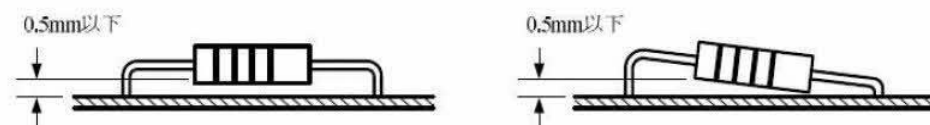
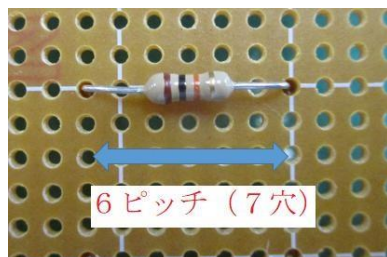
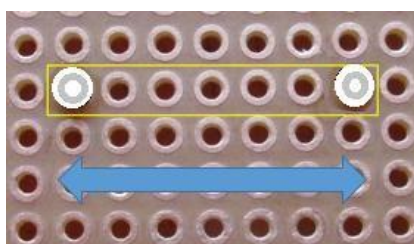

図3 部品の浮き上がり
図4 部品面
図5 はんだ面
- (1) 炭素皮膜抵抗器、ジャンパー線(部品面のスズメッキ線)は、ユニバーサル基板にほぼ密着させて取り付けること。なお、浮き上がり限界は、図3に示すとおりとする。また、炭素皮膜抵抗器の取り付けピッチは6ピッチとする(図4、図5参照)。「6ピッチ」の場合6間隔、すなわち炭素皮膜抵抗器の足から足まで7穴を使って取り付けることになる。